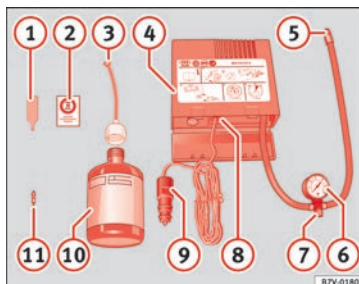

Fig. 132 Representação standard: conteúdo do kit antibloqueio.
» Fig. 132:
- Desenrosque o obus de válvula com a ferramenta correspondente » Fig. 132 1 e coloque-o sobre uma superfície limpa.
- Agitar bem o frasco de vedante de pneus » Fig. 132 10 durante alguns segundos.
- Enrosque firmemente o tubo de enchimento » Fig. 132 3 no frasco de vedante no sentido dos ponteiros do relógio. O selo do
- Remova o tampão do tubo de enchimento » **Fig. 132 ③** e enrosque a extremidade aberta do tubo na válvula do pneu.
- Volte a enroscar o obus de válvula com a ferramenta correspondente » **Fig. 132 ①** na válvula do pneu.
- Enroscar de forma fixa o tubo de enchimento do pneu » **Fig. 132 ⑤** do compressor na válvula do pneu.
- Verifique se o parafuso de evacuação de ar » **Fig. 132 ⑦** está enroscado.
- Coloque a ligação » **Fig. 132 ⑨** numa tomada de 12 volts do veículo » **Página 74**.
- Ligue o compressor com o interruptor ON/OFF » **Fig. 132 ⑧**.
- Mantenha o compressor de ar a funcionar, até ser atingida uma pressão de 2,0 a 2,5 bar (29-36 psi/200-250 kPa) » **⚠. Tempo máximo de funcionamento 8 minutos ⑩**.
Volte a enroscar o tubo de enchimento » **Fig. 132 ⑤** e verifique a pressão no manómetro **⑥**.